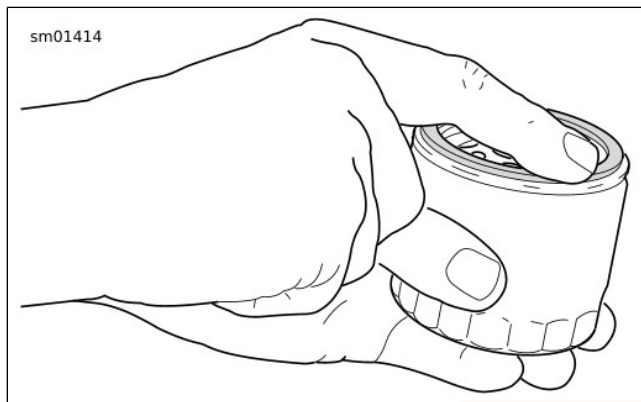

Abbildung 30. Schmieren der neuen ÖlfILTERDichtung
5. Siehe Abbildung 30. Die Dichtung des **neuen** Ölfilters mit Motoröl schmieren. Filter einbauen. Den Ölfilter eine 1/2- bis 3/4-Umdrehung von Hand anziehen, nachdem die Dichtung mit der Filterbefestigungsfläche Kontakt hat. Den Ölfilterschlüssel **nicht** für den Ölfiltereinbau verwenden.